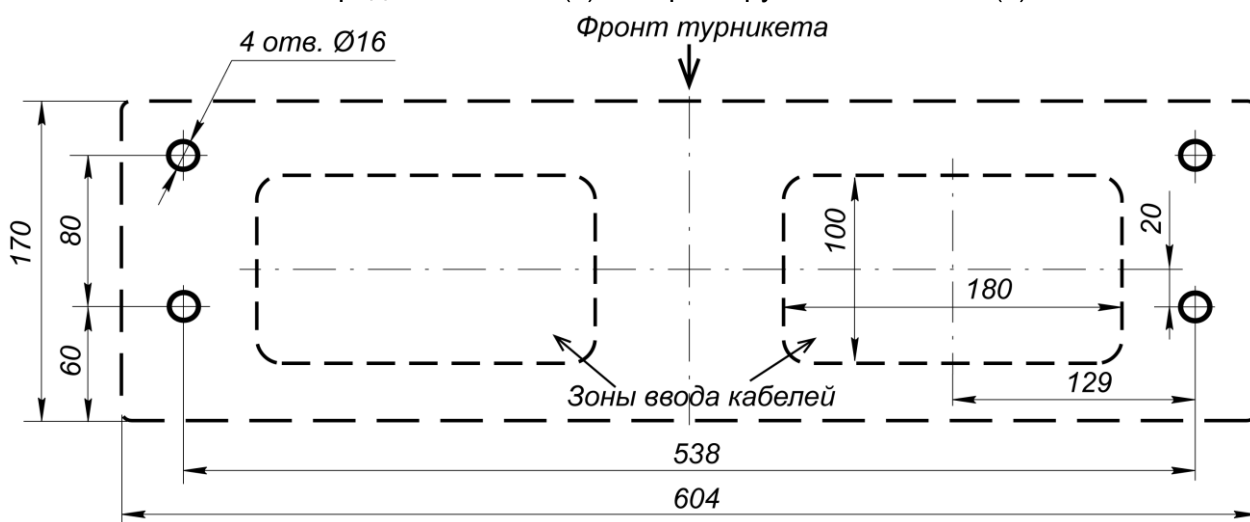

Рисунок 14. Схема разметки отверстий на установочной поверхности¹
4. Выполните разметку и разделку отверстий в полу под анкера для крепления турникета и кабельного канала к зоне ввода кабелей (см. рис. 14). Разметку также можно производить непосредственно по основанию монтажной стойки.
6. Снимите переднюю панель (8) с корпуса стойки, для чего открутите внизу два винта (9).